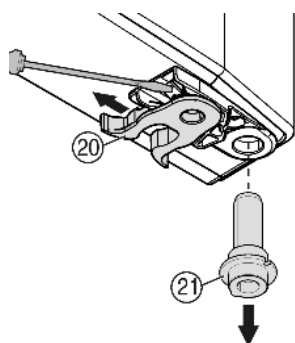

Fig. 9
▶ Přemístěte pružinovou svorku Fig. 9 (20): Stiskněte nos zářezky, přes ni stáhněte pružinovou svorku.
▶ Vytáhněte ložiskový čep Fig. 9 (21) z dveřní objímky a nasad'te spolu s podložkou na protější stranu. Nos zářezky musí ukazovat k vnitřní straně dveří, zářez k vnější straně.
▶ Nasad'te dveře dole a ložiskový čep Fig. 9 (21) do stojanu ložiska. Příp. ložiskovým čepem otáčejte tak, aby mohl zaskočit do západky.